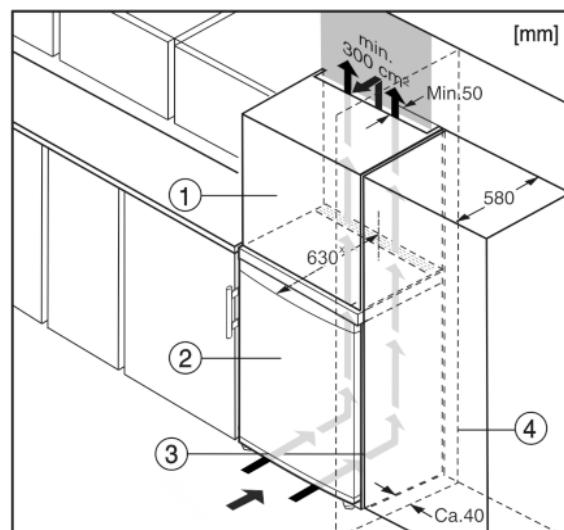

Fig. 5
Zariadenie môže byť zabudované medzi kuchynskými skriňami. Aby sa zariadenie Fig. 5 (2) prispôsobilo výške kuchynskej linky, môže sa nad zariadením umiestniť nadstavná skrinka Fig. 5 (1).
Pri vstavaní s kuchynskými skriňami (hlbka max. 580 mm) je možné zariadenie inštalovať priamo vedľa kuchynskej skrine Fig. 5 (3). Zariadenie vyčnieva nabok 34 mm × a v strede zariadenia 50 mm × oproti prednej časti kuchynskej skrine.
Ak je zariadenie umiestnené so zavesením vedľa steny Fig. 5 (4), musí vzdialenosť medzi zariadením a stenou činiť minimálne 40 mm. To zodpovedá presahu držadla pri otvorených dverach.